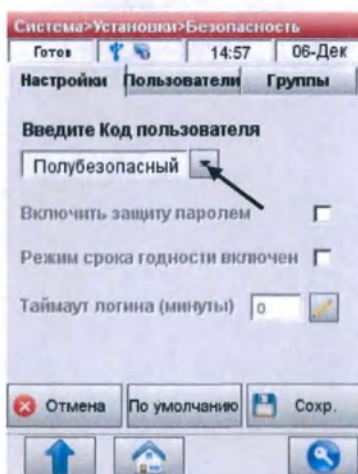

Рис.3-54 Полубезопасный Код пользователя
2. Настройка безопасности по умолчанию - **<Полубезопасный Код пользователя>** (Рис.3-54). В этом режиме анализатор будет запрашивать ИД оператора перед проведением анализа пациента, контроля качества, обслуживанием и запуском калибратора Нв. Этот режим не проверяет ИД оператора и не требует программирования ИД пользователей или групп. В этом режиме некоторые действия по-прежнему будут защищены паролем ADMIN, например, изменение времени и даты и меню настройки безопасности.